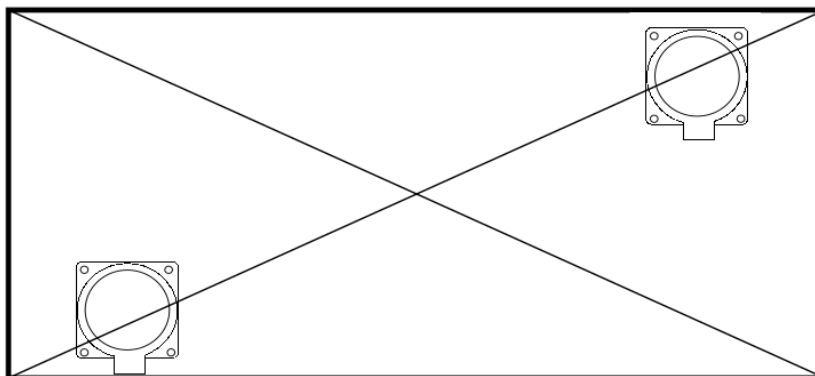

Рис. 2.4 Установка двух ДУТ в топливный бак – вид сверху
- Установка двух ДУТ в один топливный бак позволяет значительно уменьшить зависимость значений уровня топлива от угла наклона ТС. Установку двух ДУТ необходимо производить в местах, указанных на рис. 2.4.